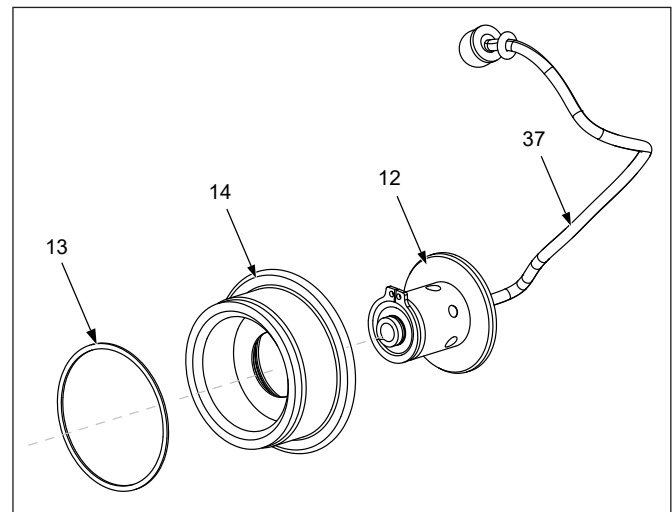

图 17: 方驱释放按钮组件分解图
1. 请在除两个底板螺钉 (35) 外所有部件上涂硅润滑剂。
2. 重新组装弹簧 (16)、固定片 (15) 和平头螺钉 (10), 然后在平头螺钉上施加少量的 Loctite 222 螺纹密封剂, 然后再将组件安装到固定板 (24) 中。
3. 将固定板 (24) 安装到反作用力臂主体 (2) 中, 在插入板螺钉 (35) 之前, 在螺纹安装孔上涂抹少量的 Loctite 243 螺纹密封剂。
4. 如已经拆下, 则请重新装上卸扣环 (38), 并用吊环螺栓固定到位。组装期间, 应在吊环螺栓的螺纹上涂抹 Loctite 222。
5. 将钢绳组件 (36) 安装到活塞套筒的后部。将反作用力臂 (2) 滑到扳手主体 (1) 上, 将钢绳组件 (36) 的一端穿过固定板 (24), 然后通过将六角螺母拧到钢绳组件 (36) 的一端上进行固定。
7.2.5 方驱释放按钮的拆卸和重新装配 (图 17)